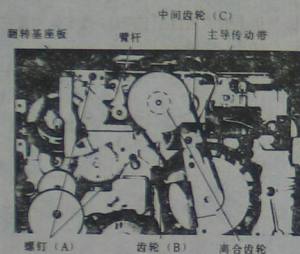

图 1-53 翻转变座板和离合器齿轮的安装
7) 参看图 1-53, 按逆时针方向拉动臂杆, 然后在底盘上安装翻转基座板并拧紧两个螺钉 (A)。
8) 参看图 1-53, 按顺时针方向拉齿轮 (B)。然后, 将离合齿轮安装到柱上。
9) 参看图 1-53, 向另一个柱, 并顺着这个柱的配合切口, 装上中间齿轮 (C), 使之与其拉杆的切口相配合。然后, 装上开口止推垫圈, 并加以固定。
10) 参看图 1-53, 在离合齿轮上安装好离合带轮。然后, 装上主导传动带。